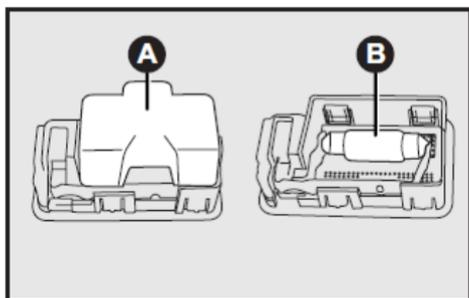

fig. 28
- Quite la tapa A-fig. 28 tirando de la misma hacia arriba; - Sustituya la lámpara B-fig. 28;
- Recoloque la tapa A-fig. 28 con una ligera presión y recoloque el portalámpara en su alojamiento.